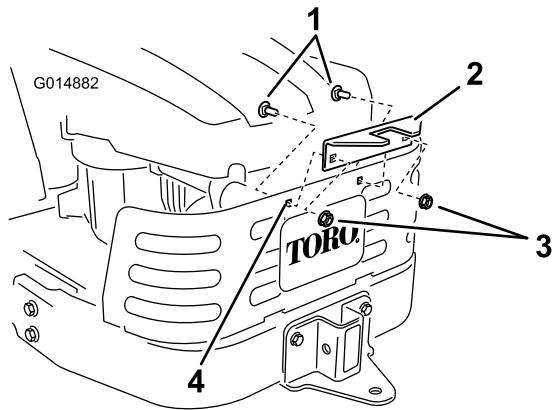

Figura 12
- Instale el bastidor del ensacador en el soporte. Sujete el bastidor del ensacador con un pasador (1/2 x 2-1/4 pulgadas) y una chaveta (Figura 12).